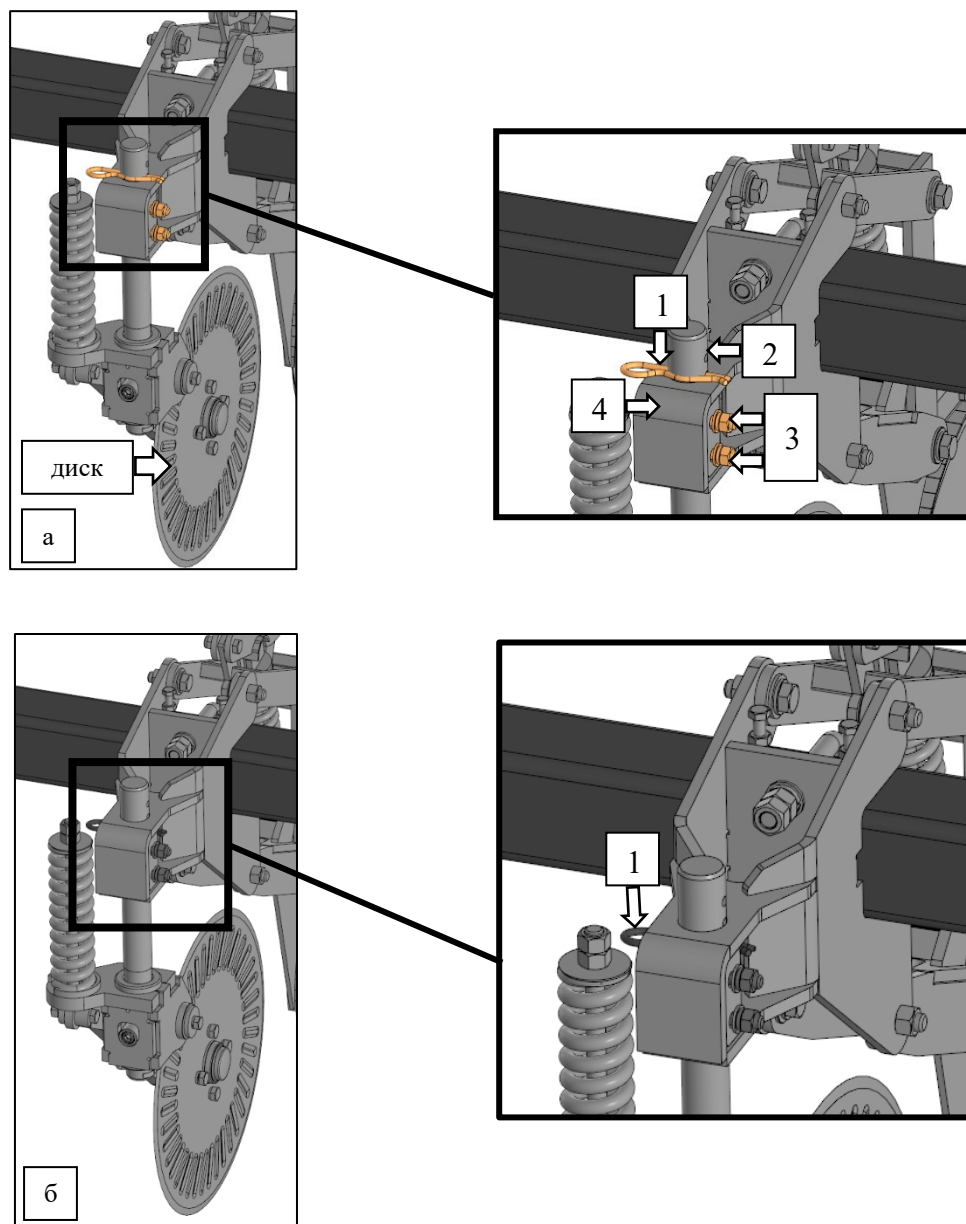

Рисунок 30 – Турбонож:
1. Извлечь шплинт (1) и установить его в отверстие стойки, выше кронштейна (4) (это необходимо для того, чтобы исключить падение стойки турбоножа), рис. 30 а;
2. Ослабить затяжку болтов (3), рис. 30 а;
3. Поднять или опустить стойку (2);
4. Надёжно затянуть резьбовые соединения болтов (3) (для фиксации стойки);
5. Установить шплинт (1) в отверстие стойки (2) так, как показано на рис. 30 б.